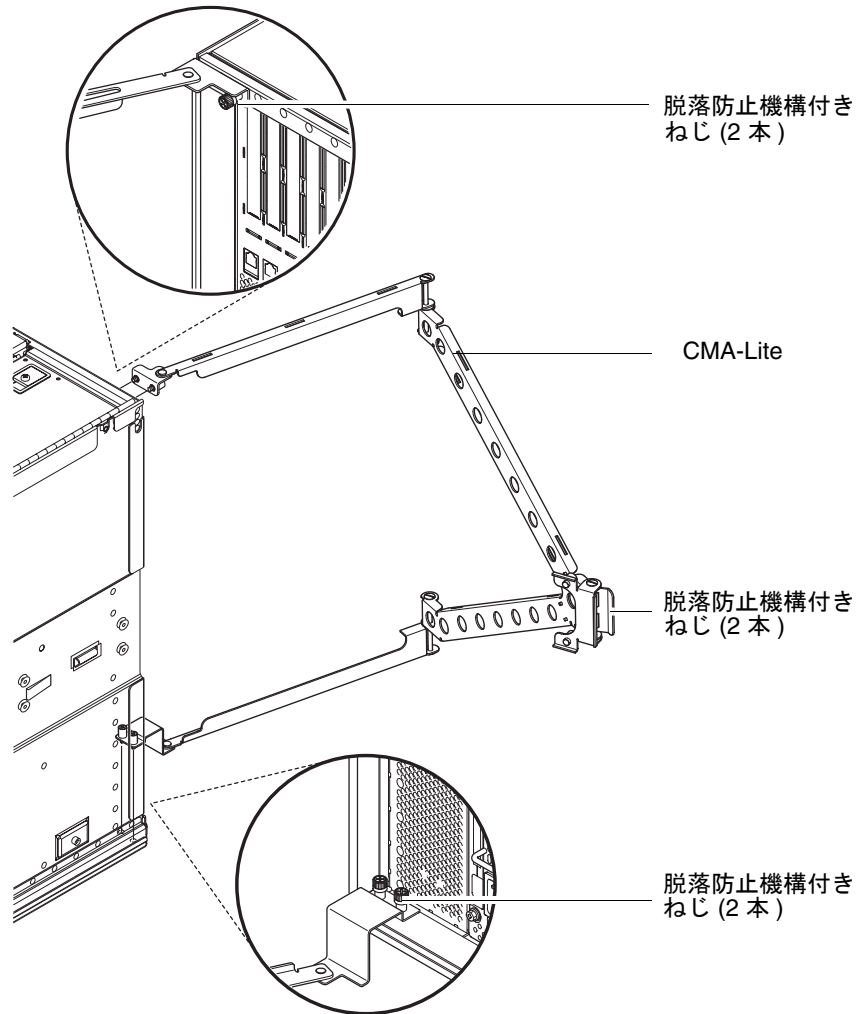

図 1-16 CMA-Lite ケーブル管理アーム
1. 2本の脱落防止機構付きねじを使用して、上のアームの端のピボットをシステムの背面の上部に固定します (図 1-16)。